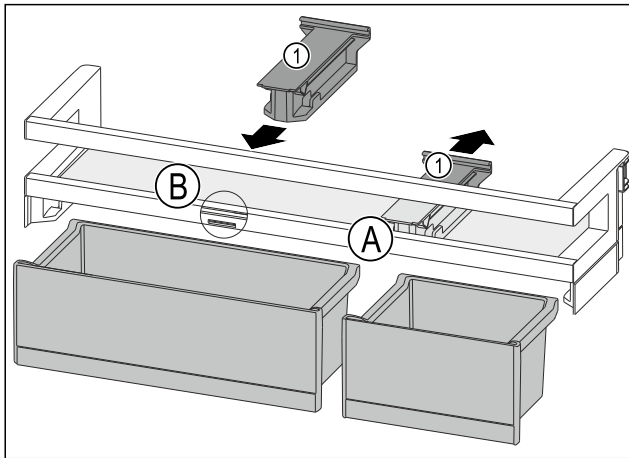

Fig. 89
- ▶ Кріпильний елемент Fig. 89 (1) у положенні Fig. 89 (A) витягніть рухом донизу.
- ▶ Кріпильний елемент Fig. 89 (1) вставте у положення Fig. 89 (B).